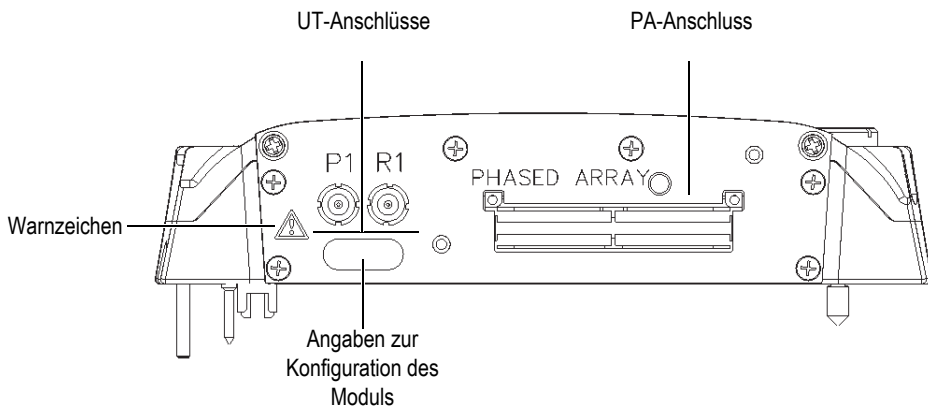

Abbildung M-1 Seitenansicht des Moduls
- Um die Gefahr eines elektrischen Schlags zu reduzieren, den Innenleiter des LEMO-Anschlusses nicht berühren. Am Innenleiter der UT-Anschlüsse können bis zu 340 V und am Innenleiter der PA-Anschlüsse bis zu 115 V anliegen. Das Warnzeichen zwischen den PA- und UT-Anschlüssen weist auf diese Gefahr eines elektrischen Schlags hin (siehe Abbildung M-1 auf Seite 195).